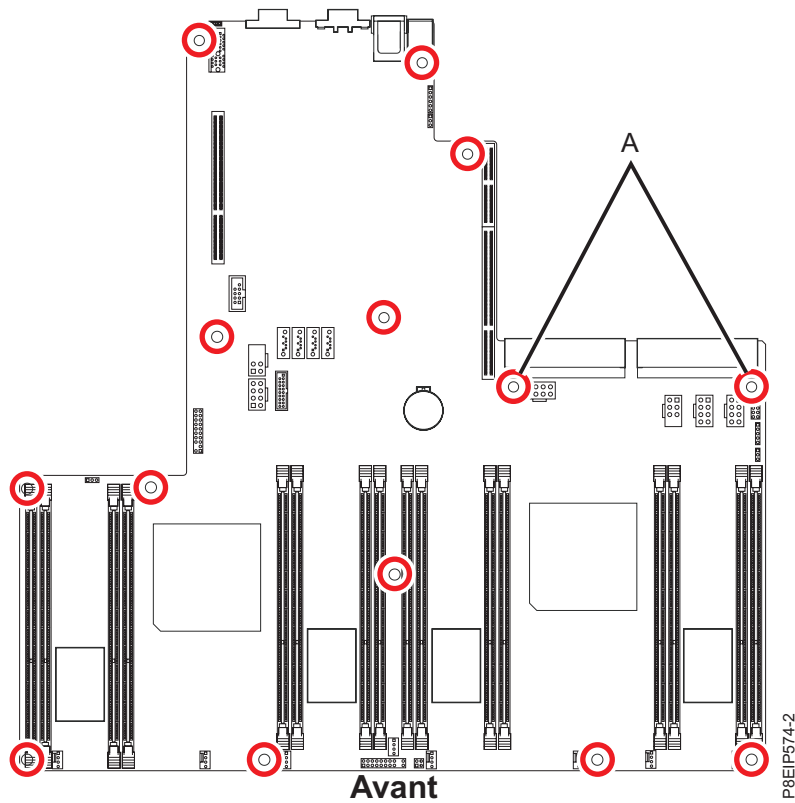

Figure 49. Emplacements des vis. Les deux vis situées à l'emplacement **(A)** sont noires et légèrement plus longues.
10. Retirez les 14 vis du fond de panier système. Les emplacements des vis sont illustrés dans la figure 49, à la page 47.